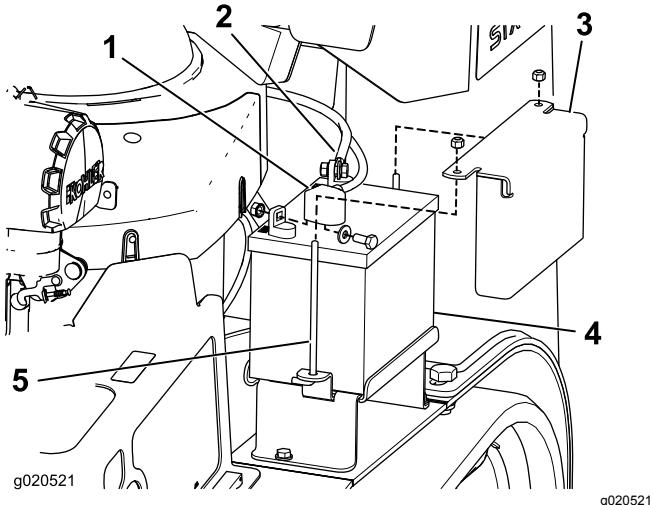

Figura 43
3. Levante la cubierta de goma negra del cable negativo. Desconecte el cable negativo del borne negativo (-) de la batería (Figura 43).
4. Retire la cubierta de goma roja del borne positivo (rojo) de la batería. Luego retire el cable positivo (rojo) de la batería (Figura 43).
5. Retire la pletina de sujeción, los pernos en J y las contratuerca que sujetan la batería (Figura 43), y retire ésta.